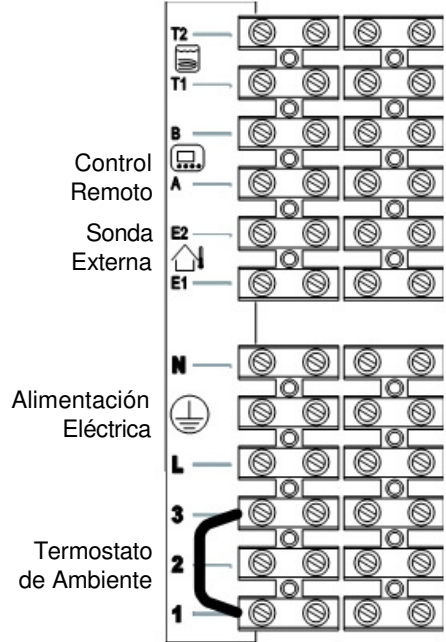
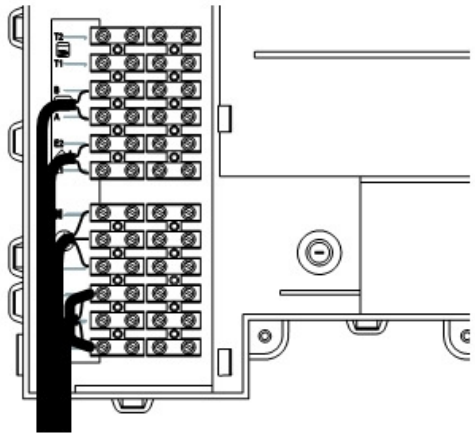
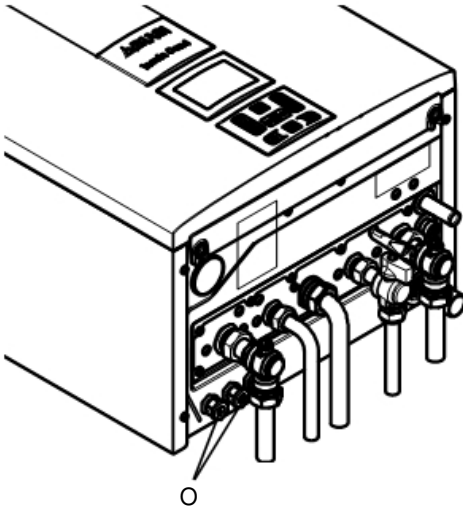

Figura 5.19
Figura 5.20
Figura 5.21
- Conecte el cable de alimentación eléctrica procedente del interruptor omnipolar a la bornera de alimentación eléctrica de la caldera (Figura 5.19) respetando la correspondencia de la línea (hilo marrón) y del neutro (hilo azul claro).
El cable o los hilos de alimentación eléctrica de la caldera y del termostato de ambiente deben seguir el recorrido indicado en la Figura 5.20.
Haga salir los cables de la caldera utilizando los pasacables adecuados O (Figura 5.21).
Para conectar un termostato de ambiente use los bornes indicados en la Figura 5.19.
Para conectar válvulas de zona use los bornes del termostato de ambiente indicados en la Figura 5.19 y la Figura 5.20. Los conductores eléctricos de los contactos del microinterruptor de la válvula de zona deben conectarse a los bornes "1 y 3" de la bornera del termostato de ambiente, como
en la Figura 5.20.
El cable o los hilos de alimentación eléctrica de la caldera y del termostato de ambiente deben seguir el recorrido indicado en la Figura 5.20. Haga salir los cables de la caldera utilizando los pasacables adecuados O (Figura 5.21).
Los hilos de conexión de la sonda externa deben seguir el recorrido indicado en la Figura 5.20. Haga salir los cables de la caldera utilizando los pasacables adecuados O (Figura 5.21).
do indicado en la Figura 5.20.